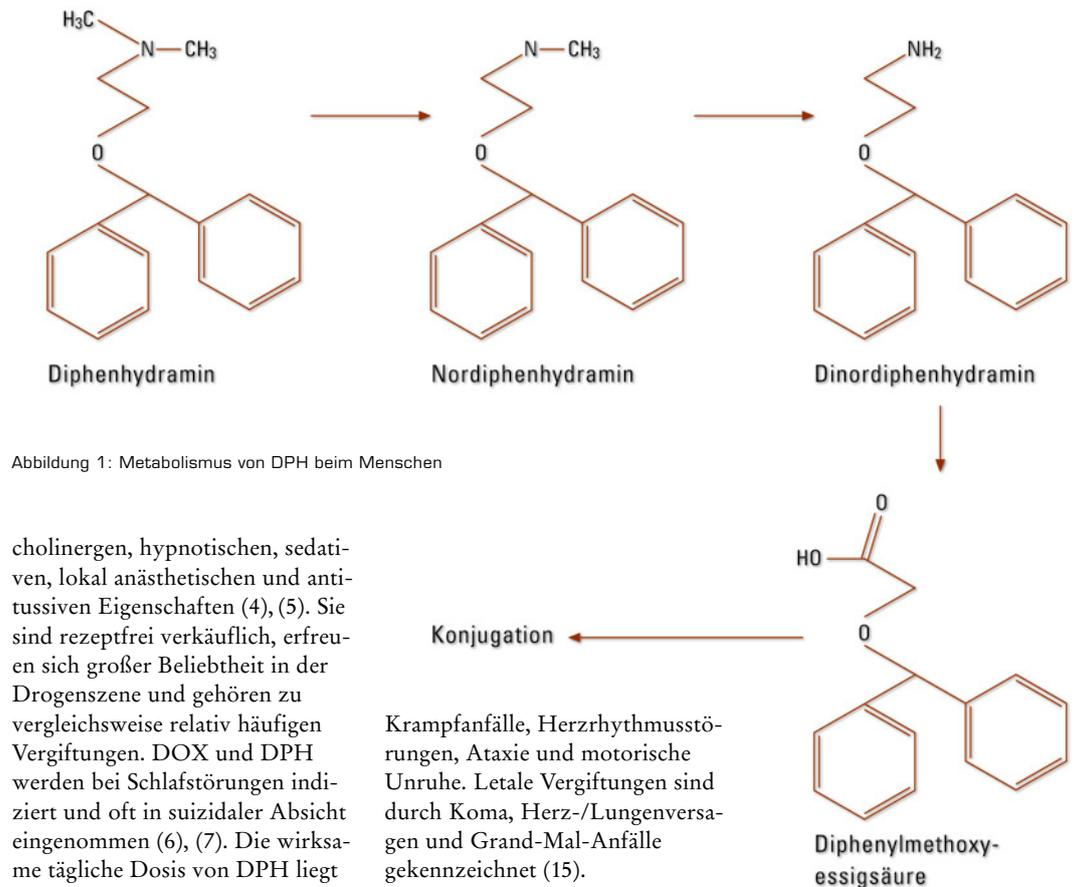

Abbildung 1: Metabolismus von DPH beim Menschen
DPH wird stark an Plasmaeiweiße gebunden (85 bis 99 %); das Verteilungsvolumen beträgt 3 bis 4 l/kg (16). Die Metabolisierung erfolgt hauptsächlich in der Leber (CYP2D6, CYP1A2, CYP2C9 und CYP2C19 [17]). DPH wird zunächst zu Mono- und Di-Desmethyl-diphenhhydramin dealkyliert und dann zu Diphenylmethoxyessigsäure oxidiert und an Glutamin bzw. Glycin konjugiert (Abbildung 1). DPH wird hauptsächlich (ca. 60 % innerhalb von 96 Std.) in Form seiner Metaboliten über die Nieren ausgeschieden – maximal 1 % des Wirkstoffs erscheint unverändert im Harn (18), (19). Die Eliminationshalb-